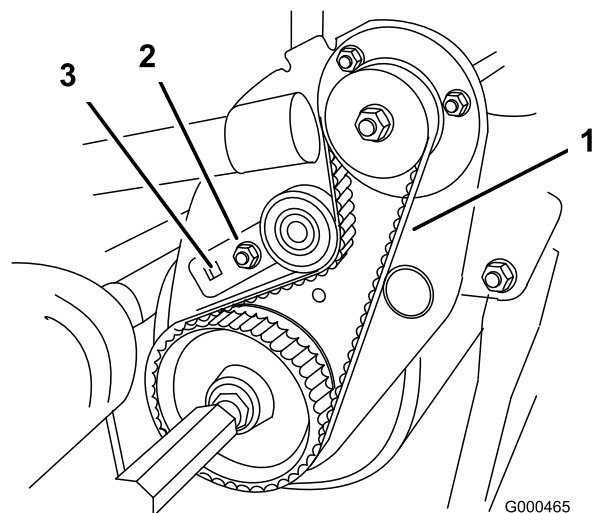

Figura 44
- B. Servindo-se de uma chave de aperto de 3/8 pol., rode o suporte intermédio com uma torção de 4-4,5 Nm para ajustar a tensão da correia (Figura 44). Mantendo o ajuste da chave de aperto, aperte o parafuso de montagem do suporte intermédio. (A anilha de patilha é instalada para evitar que a correia deslize.) Não aperte demasiado a correia.